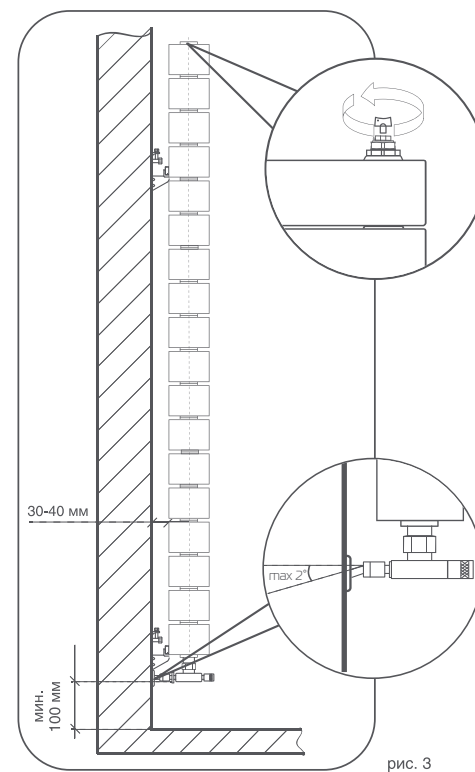

рис. 3
! Во избежание аварии допустимо отклонение оси коллектора радиатора от подводящих труб не более 2° (рис. 3).
1. Для эффективной работы радиатора необходимо соблюдать монтажные расстояния, указанные на рис. 3.